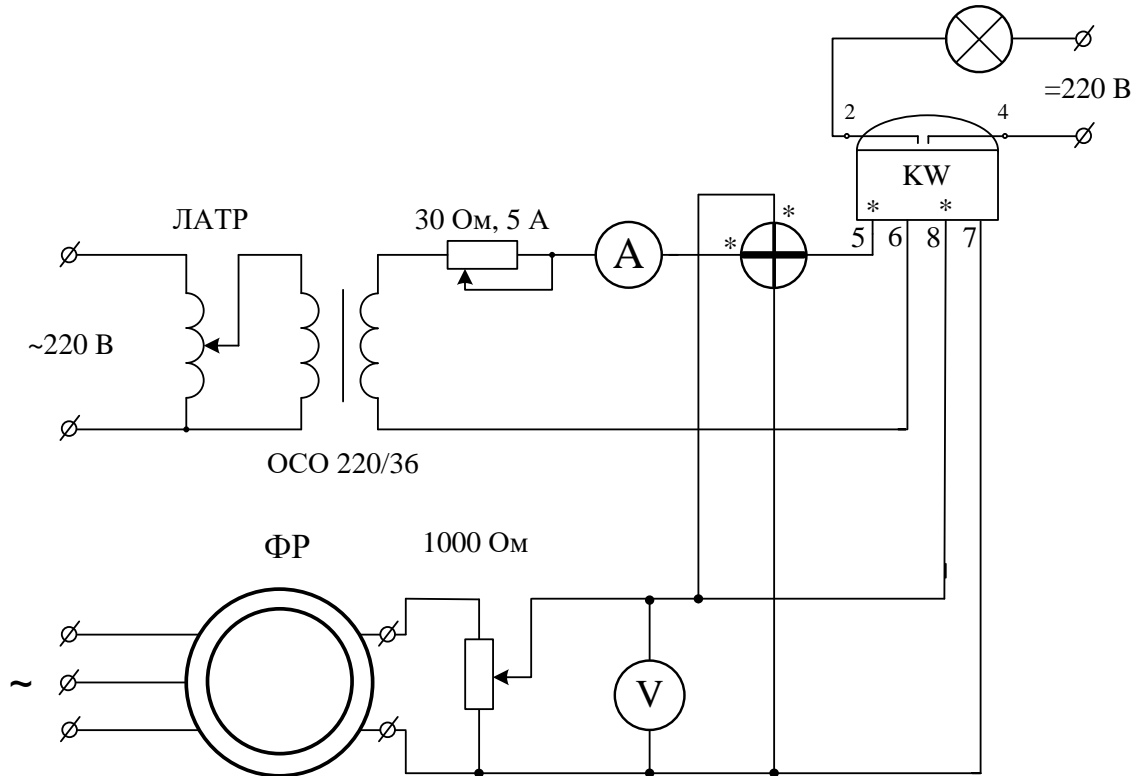

Рис. 15. Схема испытания реле направления мощности
1. Собрать схему, приведенную на рис. 15. Ознакомиться со схемой внутренних соединений можно по схеме, приведенной на щитке реле.